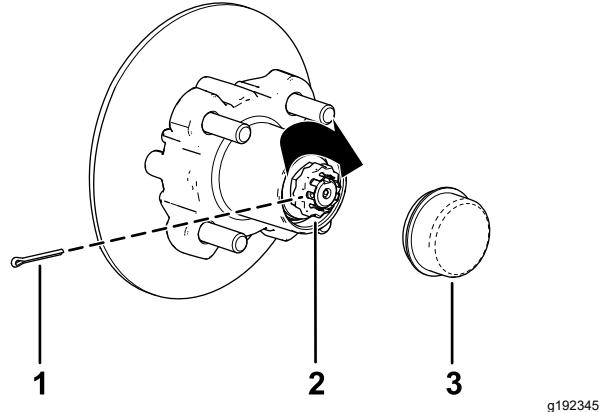

Figure 35
alignés afin de pouvoir insérer la goupille fendue (Figure 35).
9. Insérez la goupille fendue et repliez chacune de ses pattes autour de l'arrêt d'écrou (Figure 35).
10. Reposez le couvre-moyeu sur le moyeu (Figure 35).